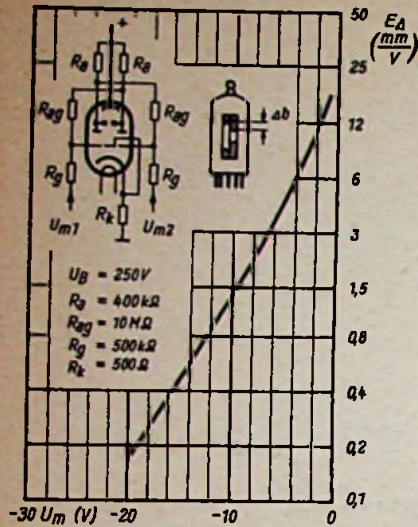

Bild 8. E_A = Differenzanzeigempfindlichkeit der EMM 801
2. Um den Steuerbereich der Röhre und insbesondere die Anzeigeempfindlichkeit für Spannungsdifferenzen zu steigern, wurde die spezielle Schaltung Bild 8 entwickelt. Sie zeichnet sich dadurch aus, daß über die Widerstände R_{Ag} jeweils die Anode des einen Systems mit dem Gitter des anderen gekoppelt ist. Tastet man jetzt z. B. das linke System auf, indem man die Spannung U_{g1} von -9 V auf $+8$ V ändert, dann wird infolge des höheren Anodenstromes die Anode a_1 negativ und damit auch über R_{Ag} das Gitter g_{11} . Während also die Schattenlänge des linken Systems größer wird, verringert sich gleichzeitig die des rechten Systems, ohne daß die eigentliche Steuerung an diesem System sich zu ändern braucht. Die Differenz zwischen den Schat-